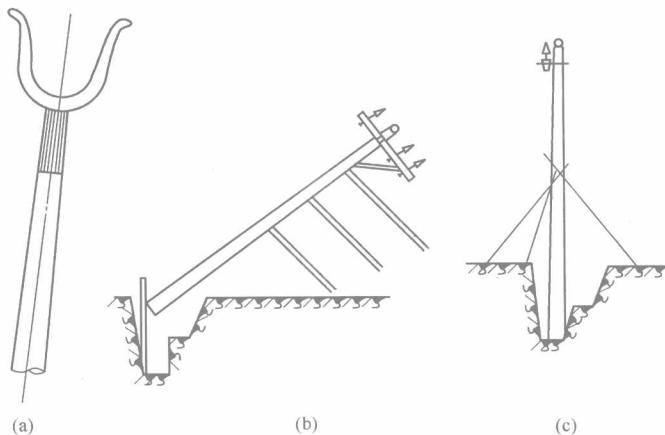

图 1-6 叉杆起立木单杆示意图
(1) 叉杆由 U 形铁叉和细长的圆杆组成如图 1-6(a)所示。叉杆在立杆时用来临时支撑电杆和用于起立 9m 以下的木单杆。
立杆前, 先将电杆移至坑口, 使杆根顶住滑板。然后, 用杠子将电杆头部抬起, 随即用叉杆顶住, 再逐步向杆根交替移动叉杆, 使杆头不断升高。当杆头升高到一定高度时, 增加三根叉杆, 使电杆起立, 如图 1-6(b)所示。
当电杆起立到将近垂直时, 将一根叉杆转至对面, 以防电杆向对面倾倒, 并抽出滑板, 同时将另两根叉杆分别向左、右岔开, 使三根叉杆成三角位置支撑电杆, 以防电杆向左、右倾斜如图 1-6(c)所示。